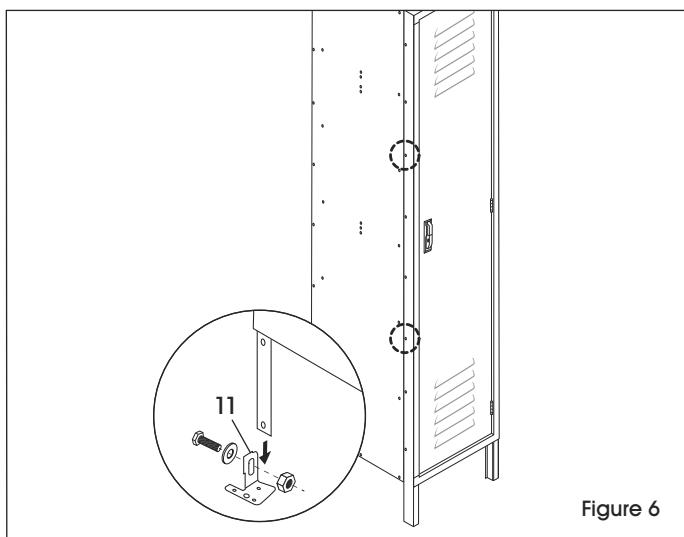

Figure 6
8. À deux personnes et en prenant soin de ne pas faire porter l'ensemble du poids sur les pieds arrière, soulevez l'unité à la verticale et placez-la à l'endroit voulu. Vérifiez et serrez tous les boulons permanents. (Voir Figure 6)
9. Placez la tringle (10) sur la languette en saillie de la patère supérieure gauche. Fixez l'autre côté de la tringle sur la languette en saillie de la patère droite.
1. Si vous rattachez deux unités, installez temporairement un boulon et un écrou dans le troisième et le sixième trou à partir du haut du cadre extérieur qui sera rattaché au cadre de casier adjacent. (Voir Figure 6)
2. Utilisez les pattes de nivellement et le matériel (11) fournis pour niveler l'unité. (Voir Figure 6)